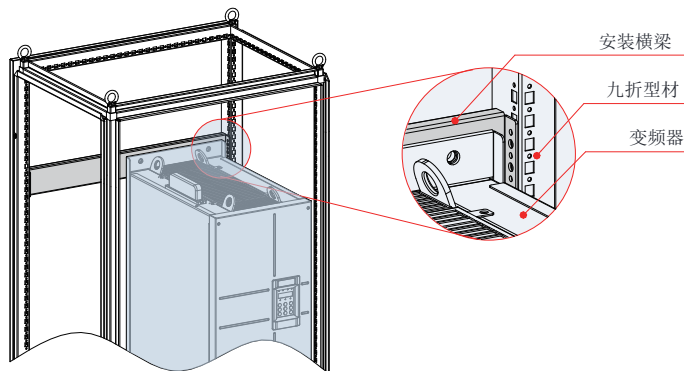

图 3-16 MD480T200~MD480T450 机柜 3D 示意图
- 2、MD480T200G(-L)~MD480T450G(-L) 装入九折型材 600mm 深机柜时，安装横梁必须向内弯折（如图 3-16 所示），借用立柱的空间（在装 800mm 深或以上标准机柜时，无此限制）。